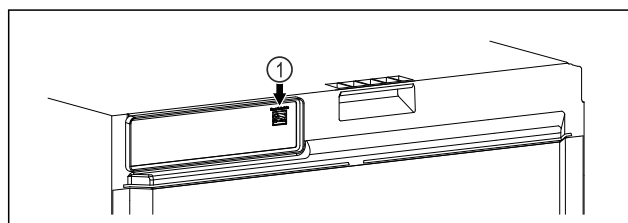

Fig. 141
- Je používán SmartModule Fig. 141 (1).